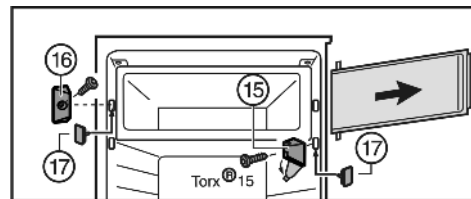

Fig. 6
- ▶ Abdeckung am Lagerbock Fig. 6 (15) wegklappen.
- ▶ Lagerbock Fig. 6 (15) mit der Fachtür abschrauben.
- ▶ Verschlussstück Fig. 6 (16) abschrauben.
- ▶ Die freigewordenen Löcher mit beiliegenden Stopfen Fig. 6 (17) verschließen.